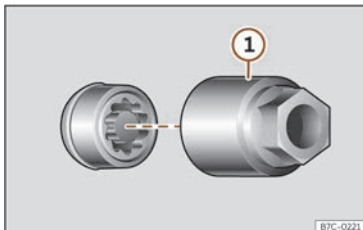

Fig. 232 Caragol antirotatori de la roda amb caputxó i adaptador.
- Encaixeu l'adaptador especial >>> **fig. 232** ① (eina de bord >>> pàg. 320) en el caragol antirotatori de la roda fins al límit.